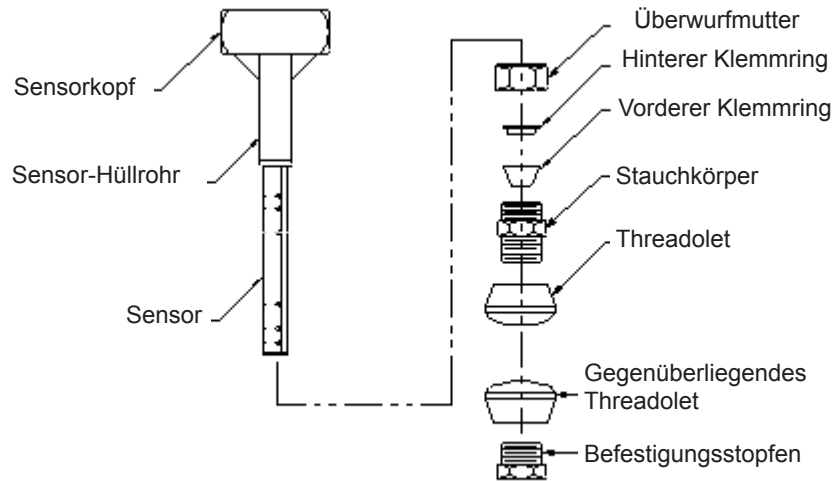

Abbildung 2. Montage des Modells Verabar® V110
- Bauen Sie den Sensor, die Überwurfmutter, den hinteren Klemmring, den vorderen Klemmring und den Stauchkörper locker bis handfest mit dem Threadolet (handfest) zusammen und setzen Sie die Sensorbaugruppe in das Rohr ein. Der hintere und der vordere Klemmring müssen in der richtigen Reihenfolge und Ausrichtung zusammengesetzt sein (wie in Abbildung 2).
- Schieben Sie die Überwurfmutter, den hinteren Klemmring und den vorderen Klemmring auf das Schutzrohr. **Der hintere und der vordere Klemmring müssen in der richtigen Reihenfolge und Ausrichtung zusammengesetzt sein (wie in Abbildung 2).** Der hintere Klemmring muss neben der Überwurfmutter angeordnet sein, wobei das schmale Ende auf den vorderen Klemmring zeigt. Das verjüngte Ende des vorderen Klemmrings muss auf den Stauchkörper zeigen.